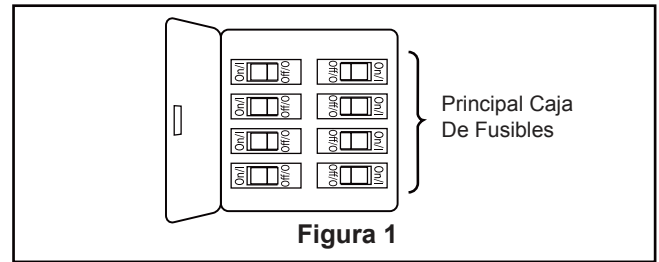

Figura 1
1. Retire y deseche los topes del motor del ensamble del motor quitando los tornillos. (Figura 1)
Para evitar una posible descarga eléctrica, asegúrese de cortar la alimentación eléctrica de la caja de fusibles principal antes de colgar el ventilador. (Figura 1)